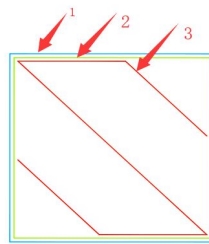

図 7
(2)シェル速度 (単位 mm/s) : モデルシェル (目に見えるモデル側面、外壁とも呼ばれる) の印刷速度 (図 7 中のトラック 1 の印刷速度)。速度が遅いほど、モデルの印刷品質が良くなります。推奨速度範囲 : 10-40mm/s
(3)内殻速度 (単位 mm/s) : モデル内殻 (内壁とも呼ばれ、モデルの内部構造であり、印刷が完了すると目に見えなくなる) の印刷速度 (図 7 中のトラック 2 の印刷速度)。速度が遅いほど、モデルの印刷品質が良くなります。推奨速度範囲 : 10-45mm/s
(4)充填速度 (単位 mm/s) : 印刷モデルの内部充填速度 (図 7 中のトラック 3 の印刷速度) ;10-80mm/s